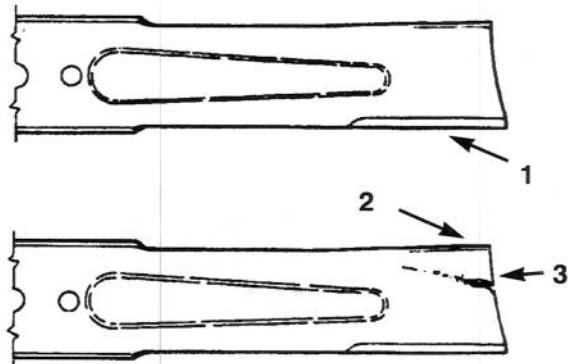

Fig. 35
2. Verificate il tagliente (Fig. 35). Se è smussato o scheggiato, togliete la lama e riaffilatela; vedi *Affilatura della lama*.
3. Verificate ogni lama, particolarmente la sezione curva (Fig. 35). Se notate danni, usura o schegge (Fig. 35), montate immediatamente una nuova lama.